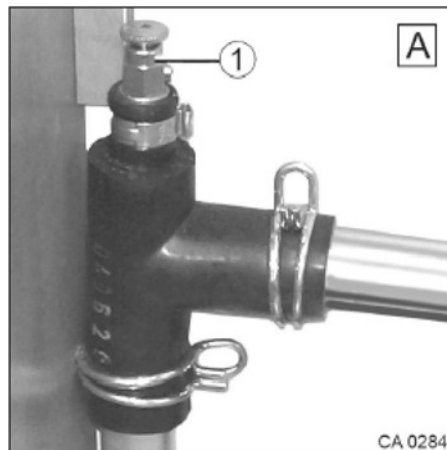

Fig. 189 Soupape de purge
1. Ouvrir la soupape de purge lentement au moyen de la vis de purge (Fig. 189/1) et la laisser ouverte jusqu'à ce que plus d'air n'en sort.